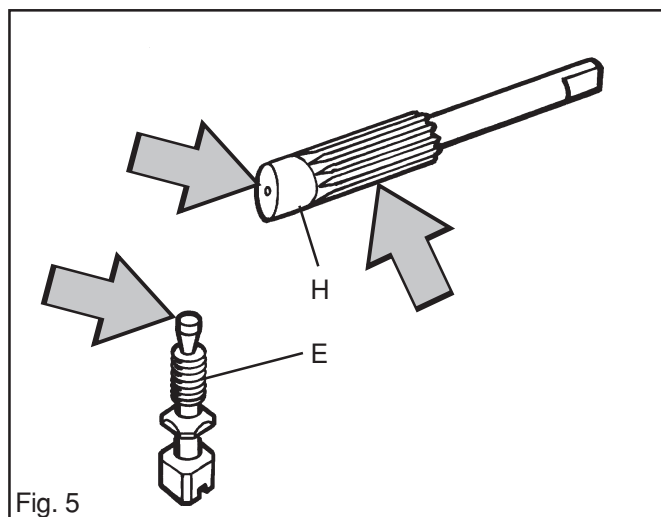

Fig. 5
1. Le cône sur la vis de réglage (E) ne doit comporter aucune marque d'usure. Voir la fig. 5.
2. Le plan excentrique du piston de la pompe (H) ne doit comporter aucune marque d'usure. Voir la fig. 5.
3. La roue d'engrenage de la pompe doit être intacte. Voir la fig. 5.
Au ralenti (fig.5) la soupape d'étranglement (H) est fermée. L'air est aspiré à travers une ouverture dans la soupape d'étranglement et une petite quantité de carburant est distribuée par le diffuseur (G).